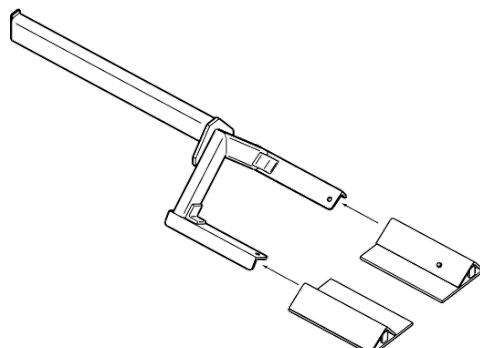

Fig. 38
- Se necessario, utilizzare l'adattatore per ruote piccole sulle forcelle, vedere Fig. 38.